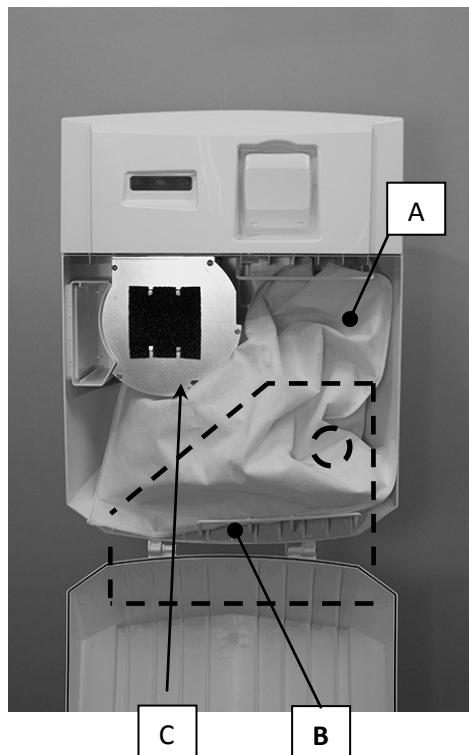
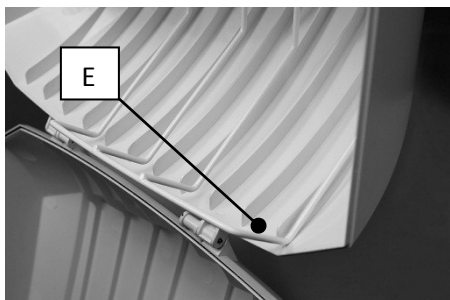
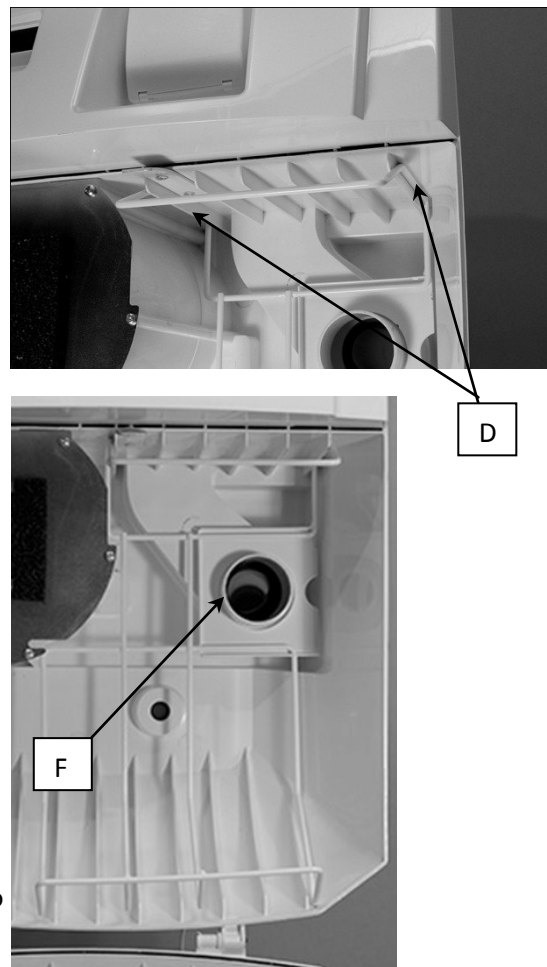

Рисунок 8
Рисунок 8a
Рисунок 8b
- Вставьте держатель с установленным пылесборником в агрегат таким образом, чтобы верхняя часть держателя (D) точно села на верхние направляющие внутри агрегата (см. рисунок 8). Нижняя часть держателя должна быть выровнена относительно внутренней плоскости агрегата. (E, рисунок 8a). Удостоверьтесь, что труба точно вошла в картонную манжету с уплотнением (F, рисунок 8b). Закрывая крышку агрегата следите за тем чтобы, чтобы края мешка не остались снаружи.